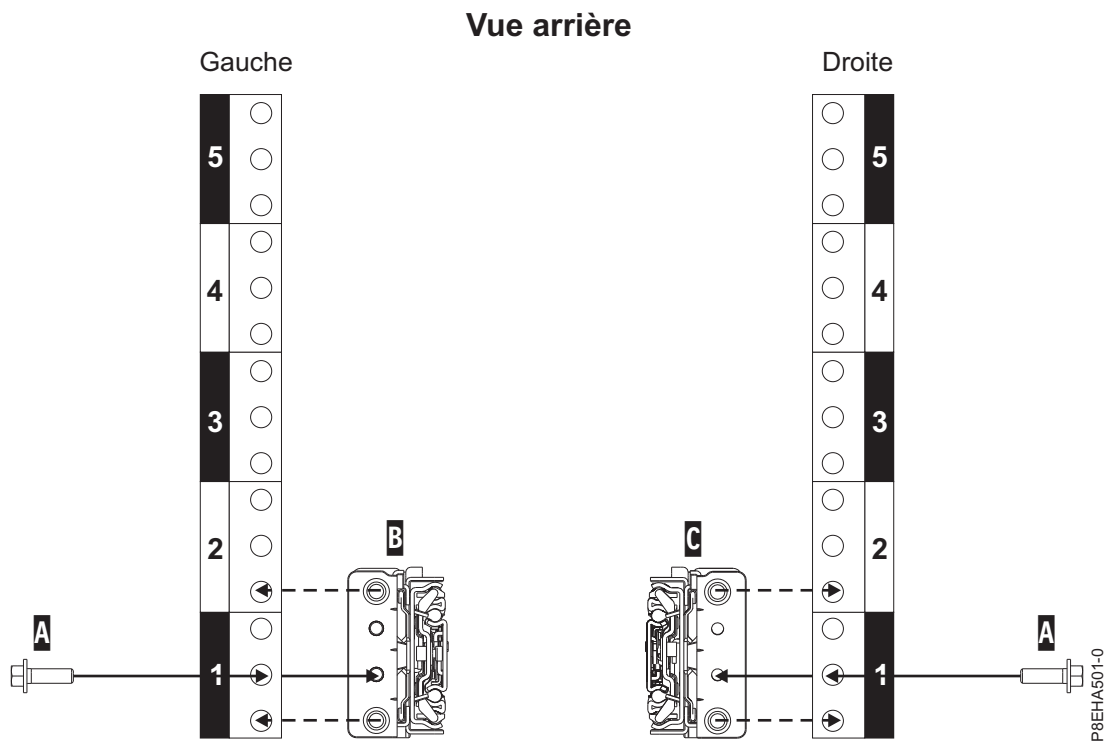

Figure 5. Fixation des glissières à l'arrière de l'armoire
12. Fixez la glissière de gauche (B) et la glissière de droite (C) à l'aide d'une vis M5 de 16 mm (A), comme illustré dans la figure 5. Insérez et serrez chaque vis dans le trou de bride fileté, situé dans le trou central de l'unité EIA la plus basse.